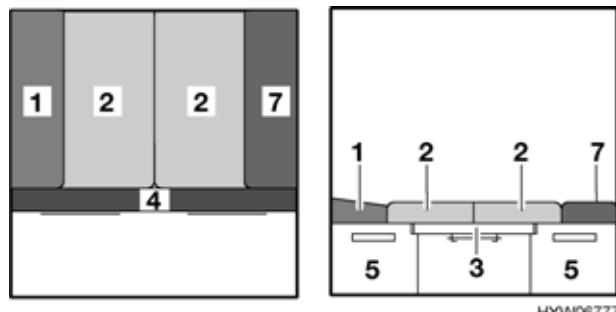

Fig. 72 Dopo la trasformazione
- Posizionare i due cuscini del divano (Fig. 72,2) al centro.
- Piazzare il cuscino sinistro dello schienale (Fig. 72,1) tra il cuscino del divano e la parete.
- Piazzare il cuscino aggiuntivo (Fig. 72,7) tra il cuscino del divano e la parete.
- Appoggiare il cuscino aggiuntivo (Fig. 72,4) sulla prolunga del cassone letto.